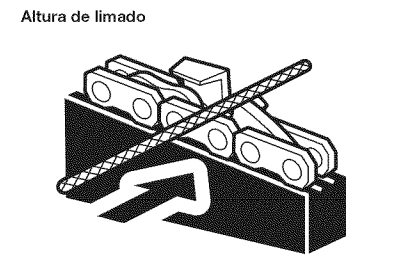
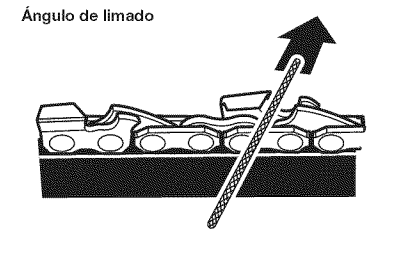

Fig. 41
Fig. 42
- Sostenga la escofina a ras con la placa superior del diente (Fig. 41). No deje que la escofina se hunda ni se meza (Fig. 42).
- Con una presión ligera, pero firme, haga una pasada hacia la esquina delantera del diente (Fig. 42). Levante y aleje la escofina del diente de corte antes de regresarla al principio de la pasada afilada.